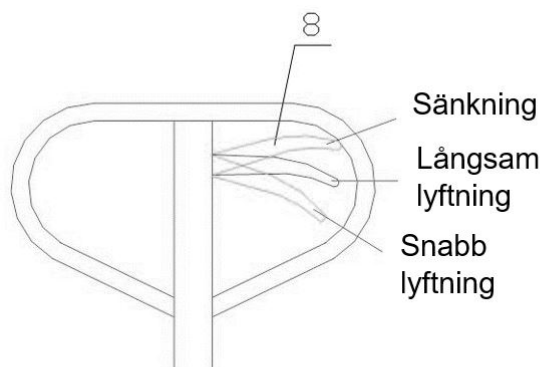
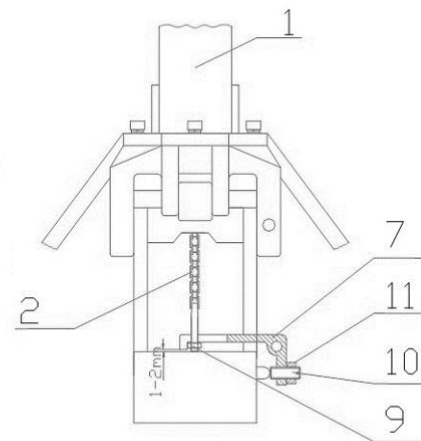

Fig. 3
Fig. 4
3.4 Se fig. 3. Positionera avtryckare (8) vid snabb lyftning, och justera mutter i slutet av rullkedja (2) för att höja hävarm (7) vid ett gap av 1-2 mm från sockeln. Denna procedur är oftast onödig för en ny truck. Se fig. 4. *Notera! Var dock försiktig så att du inte tar bort nylonlâstrådarna från muttern, annars finns det risk att vibrationen gradvis skruvar loss muttern och gör att den/kedjan lossnar från hävarm, vilket gör att avtryckaren blir oanvändbar.*
3.5 Försök att skaka handtaget och använda vid olika växlar på avtryckare (8) för att se huruvida trucken fungerar väl vid snabb lyftning, långsam lyftning och sänkning. Se fig. 3.
3.6 Skruv (10) i fig. 4 används för justering av truck (operation). I händelse av att truckens kropp sänks kort efter höjning eller är oförmögen att lyfta snabbt, vrid skruv (10) lite motsols före nytt försök med trucken. I händelse av att truckens kropp är oförmögen att sänkas, vrid skruv (10) lite medsols och försök därefter använda trucken igen tills den återställs till normal sänkning. Sexkantsmutter (11) vid skruv (10) fungerar som ett lock, så den borde fästas före justering och låsas efter justering.